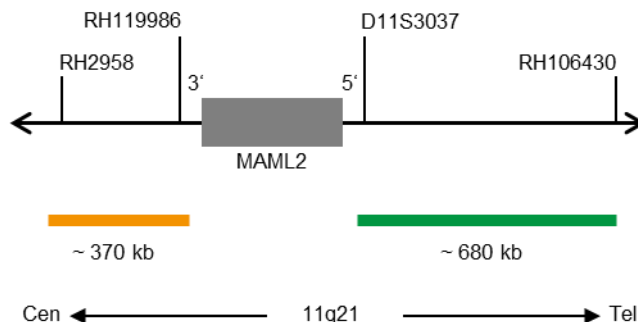

Abb. 1: SPEC MAML2 Sondenlokalisierung (nicht maßstabsgetreu)
- ZyGreen (Anregung 503 nm/Emission 528 nm) markierten Polynukleotiden (~10 ng/μl), die gegen Sequenzen in 11q21* (chr11:96,115,829-96,797,136) gerichtet sind, welche distal zur MAML2-Bruchpunktregion lokalisiert sind (siehe Abb. 1).
- ZyOrange (Anregung 547 nm/Emission 572 nm) markierten Polynukleotiden (~4,5 ng/μl), die gegen Sequenzen in 11q21* (chr11:95,296,828-95,668,215) gerichtet sind, welche proximal zur MAML2-Bruchpunktregion lokalisiert sind (siehe Abb. 1).